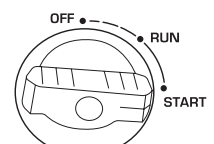

Fig. 2
- Pour démarrer des modèles KS 2100iG S, KS 3100iG S: tournez l'interrupteur multifonction en position START (fig. 2). Tirez sur la poignée du démarreur jusqu'à ce que vous sentiez une légère résistance, puis tirez-la relativement brusquement. Laissez la poignée de démarrage à la main rentrer lentement, ne la relâchez pas. Tournez l'interrupteur multifonction en position RUN (fig. 2).